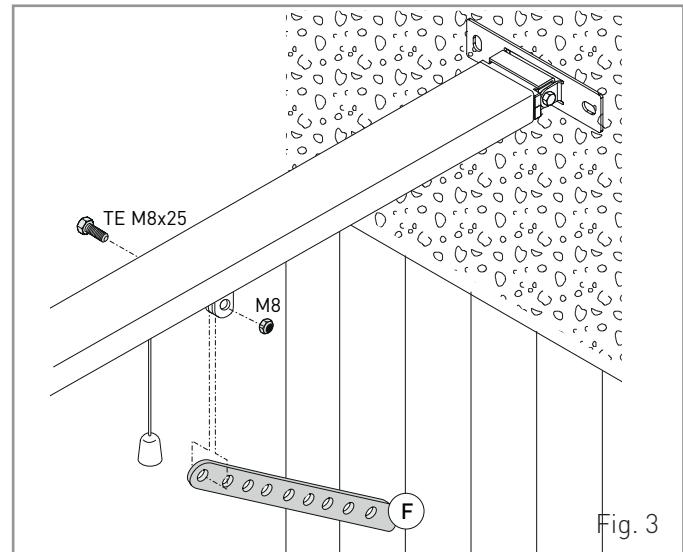

Fig. 3
- (Fig. 3) Fissare la staffa [F] al carrello con la vite TE M8x25 in dotazione.
- (Fig. 3) Fasten the rod [F] to the carriage using the supplied M8x25 hex head screw.
- (Fig. 3) Fixer l'étrier [F] au chariot avec la vis à six pans creux M8x25 fournie.
- (Abb. 3) Den Bügel [F] mit der beige packten Sechskantschraube M8x25 am Schlitten befestigen.